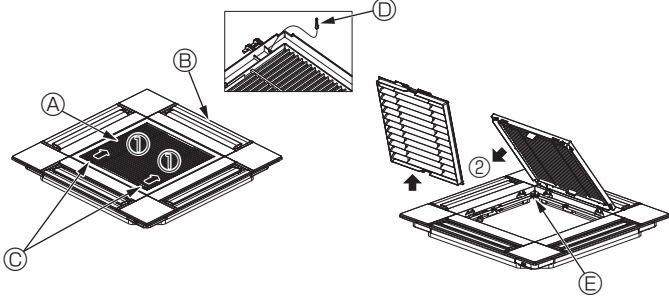

Fig. 10-3
10.2.1. Hava giriş ızgarasının çıkarılması (Fig. 10-3)
- Hava giriş ızgarasını açmak için kolları ① numaralı okla gösterilen yönde itin.
- Hava giriş ızgarası "açık" durumdayken hava giriş ızgarasının menteşesini ② numaralı okla gösterilen şekilde ızgaradan ayırın.